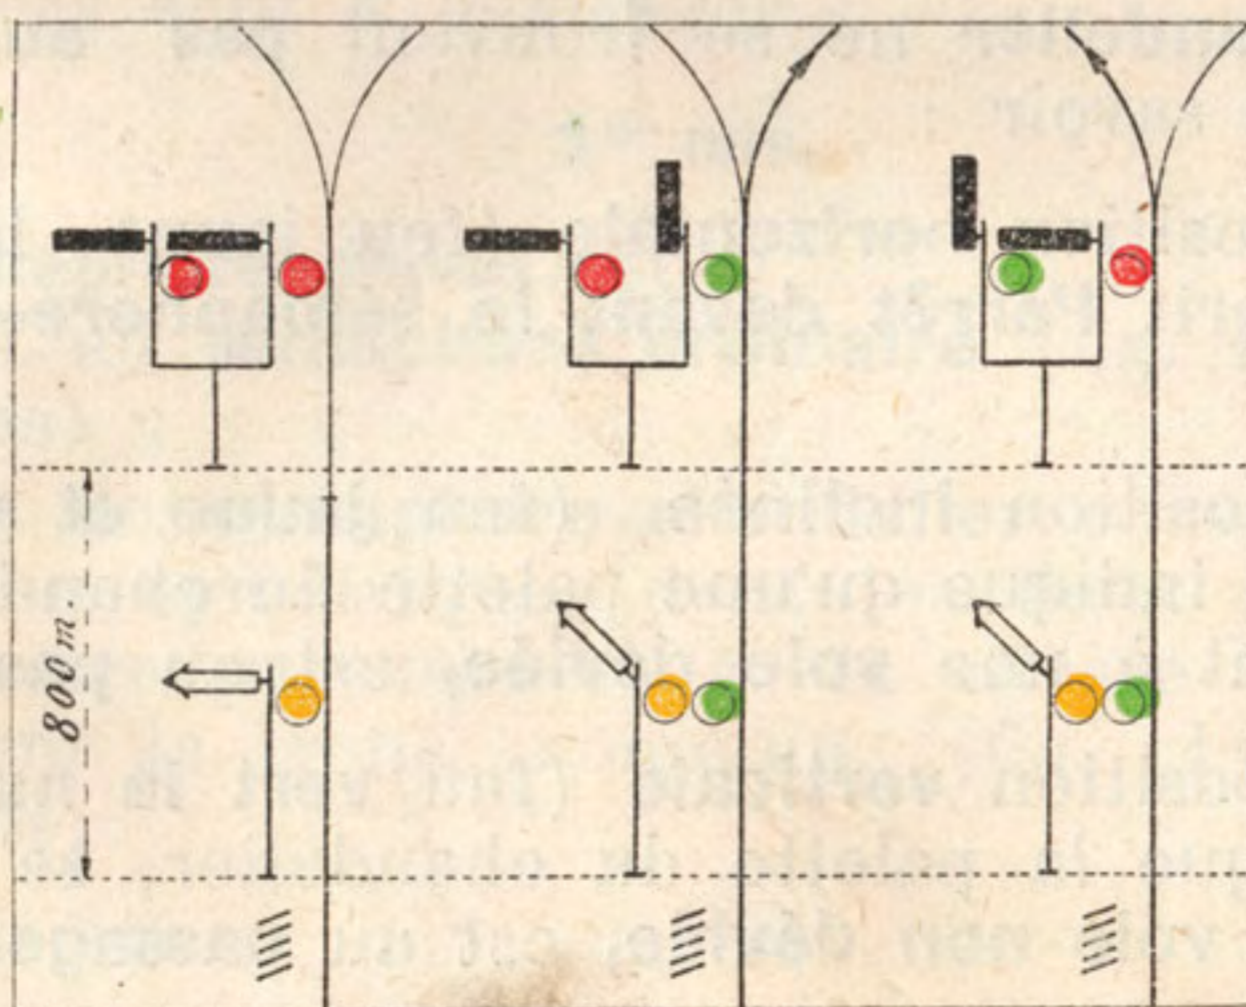

Fig. 107
a) la position **horizontale** (feu **jaune** la nuit) qui prescrit **l'arrêt devant le sémaphore-chandelier**, ou la position **inclinée** (feu **jaune et vert** la nuit), qui indique que **le signal est au passage pour une voie qui ne peut être parcourue à la vitesse normale admise sur le tronc commun.** (Fig. 107).